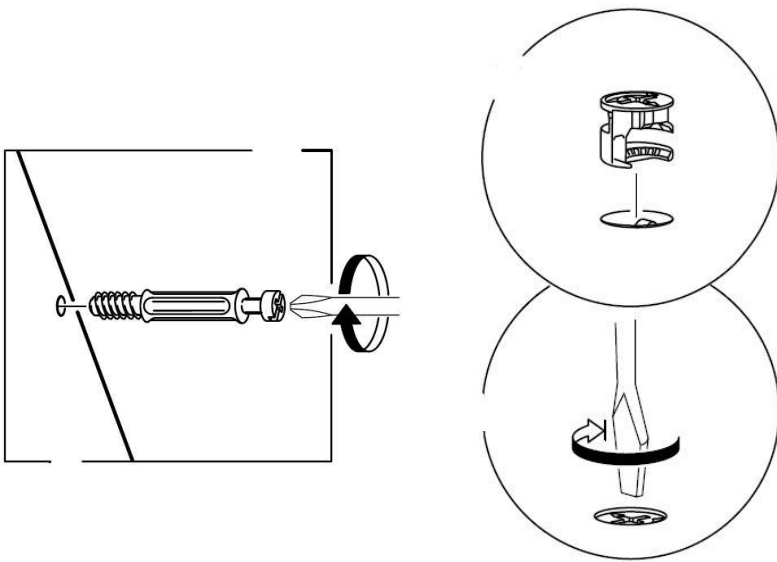

Рис. 1
1. В горизонтальные щиты (34), заднюю стенку (35), заднюю планку (36) в имеющиеся отверстия установить эксцентрики Rastex 15\16, таким образом, чтобы стрелка была повернута в сторону отверстия в торце.
2. В установленные муфты эксцентриковых стяжек на боковых стенках (31), (32) ввернуть дюбели DU644 (длинные), в соседние отверстия установить шканты (рис.1 и схема сборки).
3. Установить четыре мебельных уголка на боковую стенку (32) и один уголок на нижний щит (33) с помощью шурупов 3,5x13мм (схема сборки).
4. Установить на нижний щит (33) опоры с помощью шурупов 3,5x13мм.
5. Установить на боковые стенки (31) и (32) штангодержатели и закрепить их шурупами 3,5x13мм.
3. В установленные муфты эксцентриковых стяжек на боковых стенках (20), (21) ввернуть дюбели DU644 (длинные) (рис.1 и схема сборки).